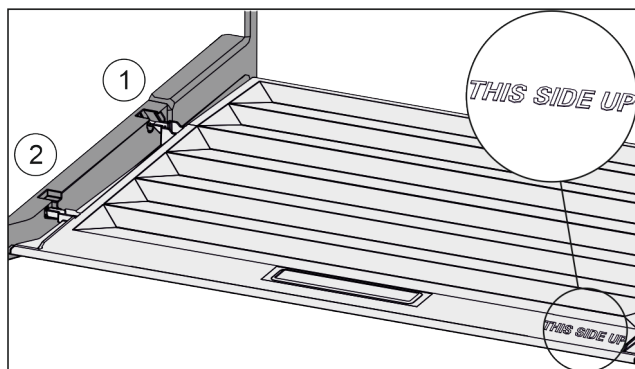

Fig. 49
- ▶ Robova predala vstavite nad odprtino zadnjega držala Fig. 49 (1), spredaj pa ju zataknete v držalo Fig. 49 (2).